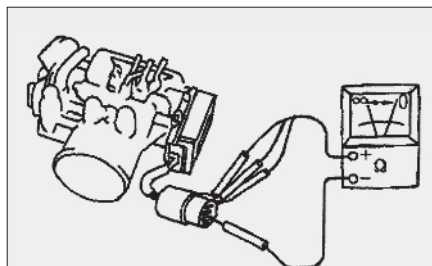

图5 用欧姆表检查节气门位置传感器
(1) 节气门位置传感器通常用欧姆表或电压表(万用表的欧姆挡或电压挡)检查节气门位置传感器。将欧姆表表笔与节气门位置传感器接头相连(见图5)。随着节气门开度的增大, 欧姆表读数将逐渐增至无穷大。